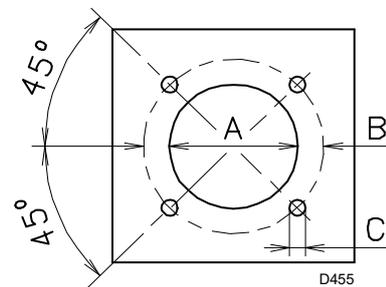

Abb. 15
Bebohren Sie die Abdeckplatte der Brennkammer wie aus Abb. 15 (Tab. K) ersichtlich. Die Lage der Gewindebohrungen kann mit Hilfe des Wärmeschilds, das dem Brenner beigeigepackt ist, nachvollzogen werden.
- Den gesamten Brenner in das vorher vorbereitete Bohrloch des Heizkessels einpassen, wie in Abb. 15 dargestellt, und mit den beigeigepackten Schrauben befestigen.